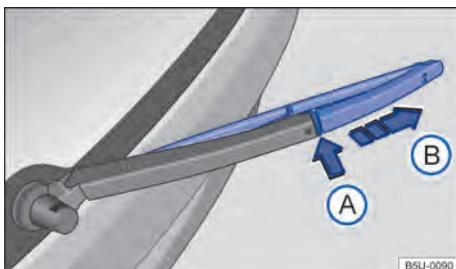

Fig. 149 Substituir a palheta do limpador do vidro traseiro.
- Manter o botão de destravamento → Fig. 149 ① pressionado.
- Retirar a palheta do limpador do vidro traseiro no sentido da seta ②.